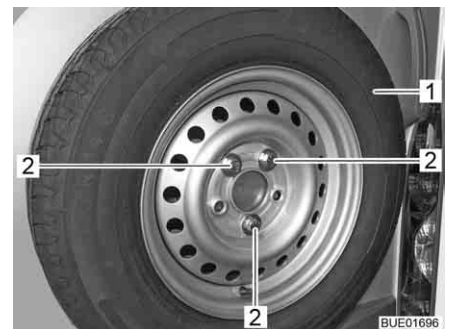

Fig. 233 Fissaggio ruota di scorta
- Svitare tre bulloni di fissaggio (Fig. 233,2).
- Rimuovere la ruota di scorta (Fig. 233,1).